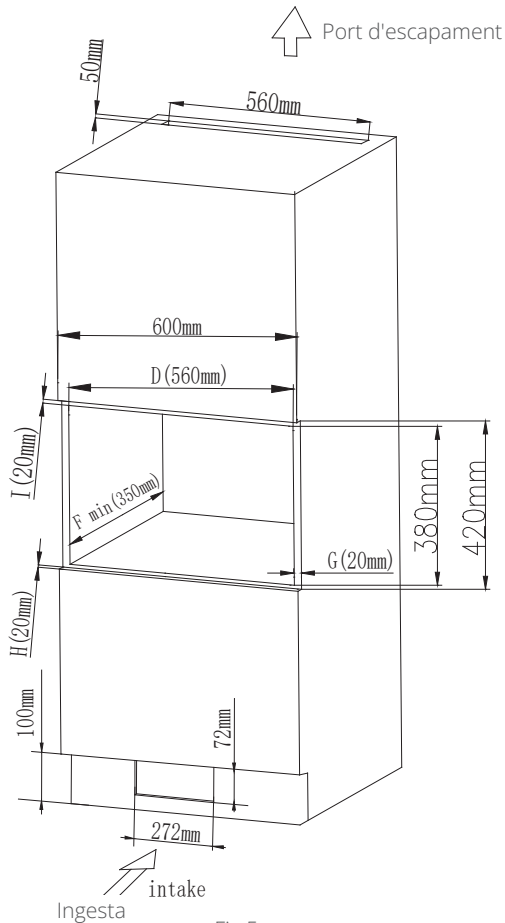

Fig.5
Mida d'obertura: (D)560±2 x (E)380±2 x (F) min 350±2 (mm) com es mostra a la Fig.5 "D", "E", "F".